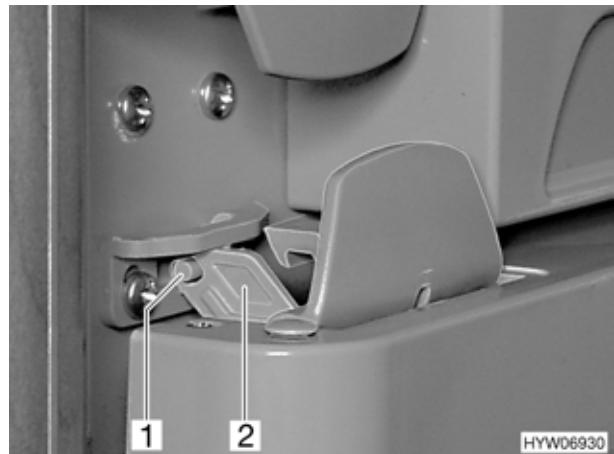

Fig. 140 Porta del frigorifero in posizione di aerazione (variante 3)
- Aprire il bloccaggio (Fig. 140,2) e innestarla nel perno (Fig. 140,1). In questo modo la porta rimane ferma in posizione socchiusa.